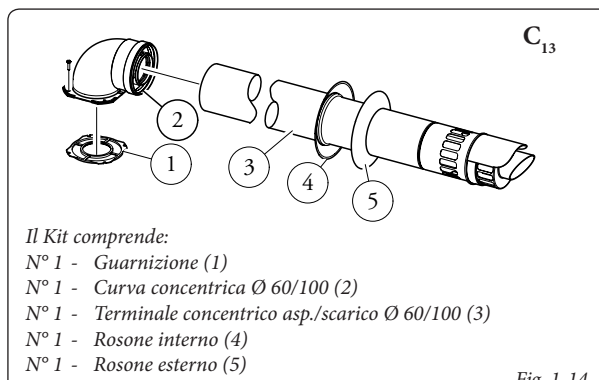

Fig. 1-14
Kit orizzontali di aspirazione - scarico Ø 60/100. Montaggio kit (Fig. 1-14): installare la curva con flangia (2) sul foro centrale della caldaia interponendo la guarnizione (1) posizionandola con le sporgenze circolari verso il basso a contatto con la flangia di caldaia e serrare con le viti presenti nel kit. Innestare il tubo terminale concentrico Ø 60/100 (3) con lato maschio (liscio), nel lato femmina della curva (2) sino a portarlo in battuta, accertandosi di avere già inserito il relativo rosone interno ed esterno, in questo modo si otterrà la tenuta e la giunzione degli elementi che compongono il kit.